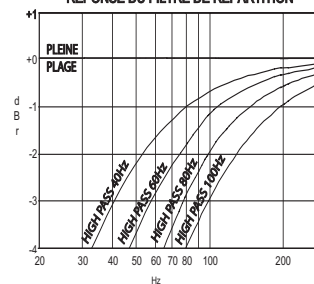

FIGURE 8
9. Bi-amplification (sélection de la bande de fréquences de recouvrement) : Si on utilise des haut-parleurs de type satellite plus petits, associés à un subwoofer actif (voir la section **PRE OUT 2 [SORTIE PREAMPLI 2]** sous Branchements et commandes sur la face arrière), le M3 permet de configurer la plage de fréquences de recouvrement afin d'optimiser la réponse vers les graves des haut-parleurs. Appuyer sur le bouton **biamp** pour accéder à la séquence des filtres. Une pression de plus d'une seconde fera avancer la sélection de la plage de fréquences de recouvrement dans l'ordre BIAMP CROSSOVER FULL RANGE [PLEINE PLAGE DE RECOUVREMENT BI-AMPLIFICATION], HIGH PASS 40 Hz [PASSE-HAUT 40 Hz], HIGH PASS 60 Hz [PASSE-HAUT 60 Hz], HIGH PASS 80 Hz [PASSE-HAUT 80 Hz], HIGH PASS 100 Hz [PASSE-HAUT 100 Hz], puis retour à FULL RANGE. Relâcher **biamp** pour arrêter la séquence.. Voir les exemples de diagrammes réponses en fréquence de recouvrement de la figure 8. Pour brancher un subwoofer, voir Branchements et commandes sur la face arrière ; **PRE OUT 2 [SORTIE PREAMPLI 2]**.